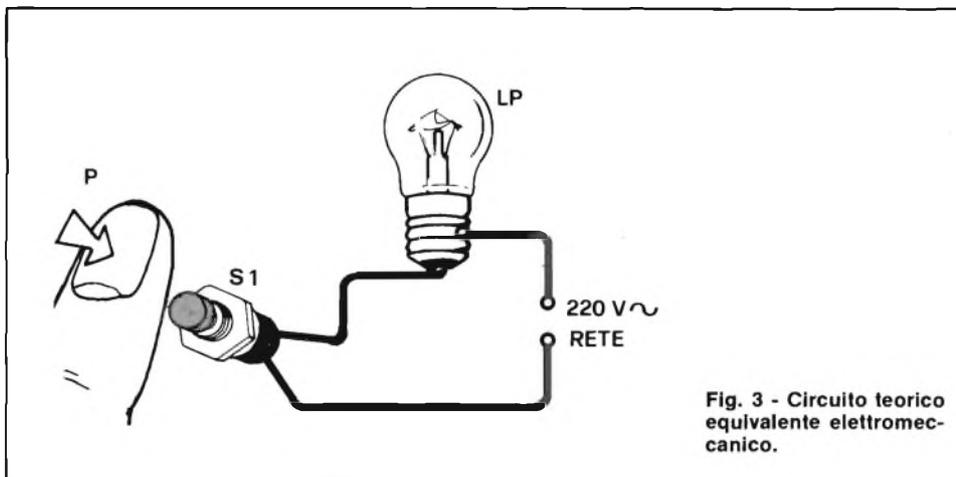

Fig. 3 - Circuito teorico equivalente elettromeccanico.
Applichiamo quindi una certa tensione al gate (G), solitamente compresa tra 0,9 e 2,2 V, chiudiamo il circuito e alimentiamo il carico RC; per disinnescarlo basterà togliere la tensione applicata. Per fare un esempio pratico, ma molto significativo, usiamo la rappresentazione elettromeccanica del fenomeno (vedi fig. 3): il pulsante S1 normalmente aperto, rappresenta il Triac, la lampada LP rappresenta il carico RC, il dito raffigurato, ed in particolare la pressione P esercitata sul pulsante, rappresenta la tensione di polarizzazione applicata al gate (G). Ora, quando con il dito applicheremo la pressione P al pulsante S1, otterremo l'accensione di LP, mentre togliendo tale pressione da S1, otterremo lo spegnimento di LP. Parliamo ora un po' del Diac, componente di comune uso, ma spesso non conosciuto nella sua funzione specifica. Sempre in fig. 2 vediamo la sua rappresentazione grafica. Questo componente, come si nota nello schema elettrico dell'MK325, ha il compito di portare il segnale di polariz-